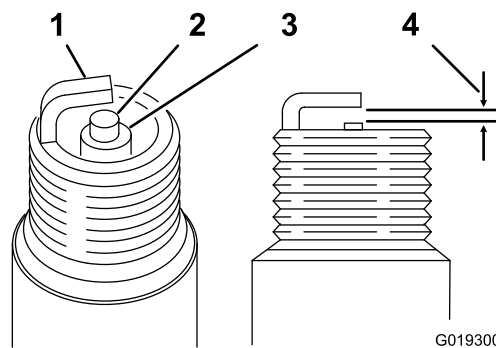

Figura 45
4. Per ciascuna candela, impostate la distanza tra gli elettrodi centrale e laterale a 0,76 mm; fate riferimento a Figura 45. Montate ciascuna candela con la giusta distanza tra gli elettrodi con una guarnizione di tenuta, quindi serrate le candele a 22 N m.